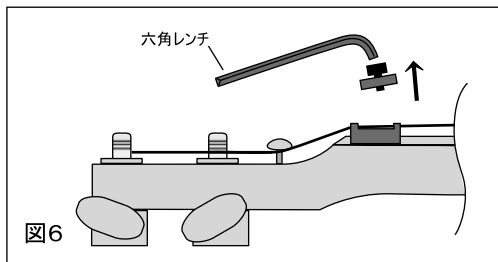

図6
- ・交換したい弦に該当するロックングナット/クランプスクリューを緩め、クランプスクリューとロックパッドともに外します。(図6)